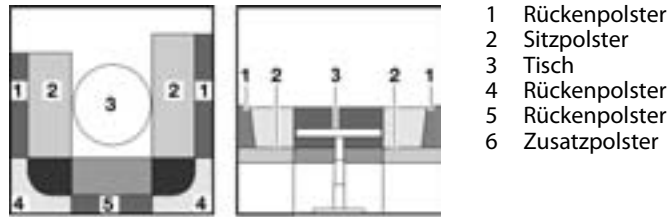

Bild 75 Vor dem Umbau
- Tisch (Bild 75,3) zum Bettunterbau umbauen (siehe Abschnitt 7.8).